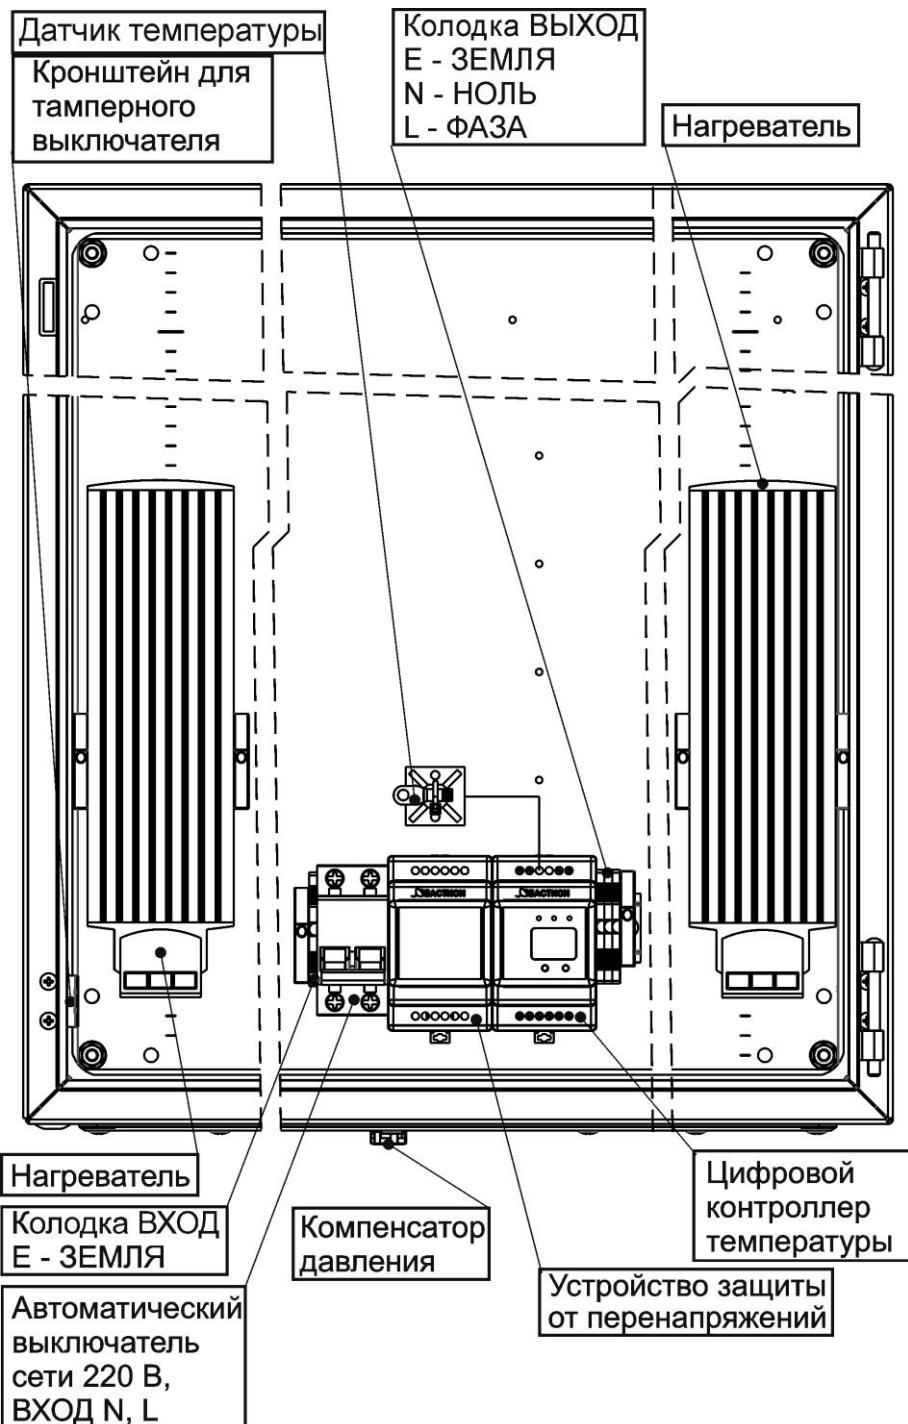

Рисунок 2 – Вид изделия с открытой дверцей
При открытой дверце осуществляется доступ к следующим узлам, расположенным на DIN-рейке: цифровому контроллеру температуры; автоматическому выключателю; клеммной колодке ВХОД и ВЫХОД~ 220В (см. рисунок 2). Общий вид изделия с открытой дверцей показан на рисунке 2.
Выполните подключение внешних цепей к изделию в соответствии с назначением клемм подключения (см. рисунок 2) в следующей последовательности:
- Провод заземления подключите к клемме Е (ЗЕМЛЯ) на колодке «ВХОД» (см. рисунок 2).
- Подключите, соблюдая фазировку, к клеммам автоматического выключателя сетевые провода N (НОЛЬ) и L(ФАЗА) (см. рисунок 2).
- В случае необходимости установите тиристорный переключатель (входит в комплект поставки) на специальный кронштейн (см. рисунок 2), используя входящий в комплект крепеж.